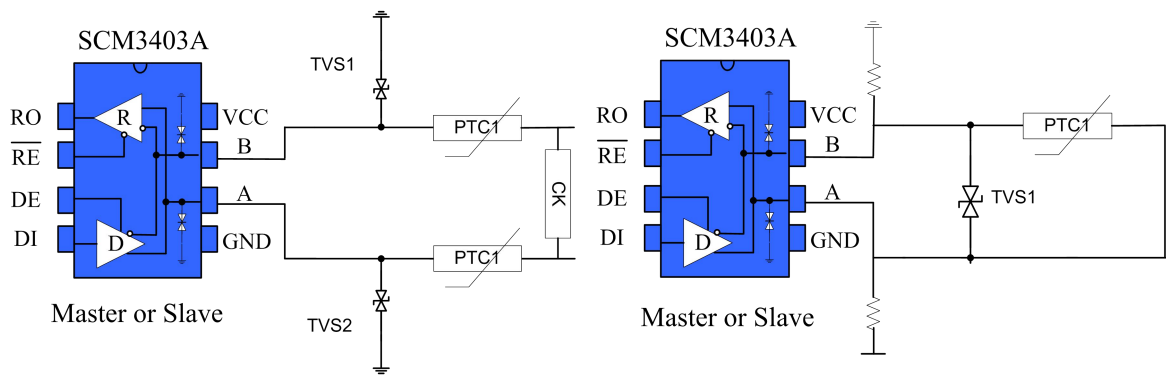

图 12 端口防护方案
3.总线端口防护：在恶劣的环境下，RS485 通讯端口通常都做好静电防护、雷击浪涌防护等额外的防护，甚至还需要做好防止 380V 市电接入的方案，以避免智能仪表、工控主机的损坏。图 12 为常见的 3 种 RS485 总线端口防护方案。第一种为 AB 端口分别并联 TVS 器件到保护地，AB 端口之间并联 TVS 器件、AB 端口分别串联热敏电阻、并接气体放电管到保护地形成三级保护的方案；第二种为 AB 分别并联 TVS 到地、串联热敏电阻，AB 之间并联压敏电阻的三级防护方案；第三种为 AB 分别接上下拉电阻到电源与地，AB 之间接 TVS，A 或 B 某端口接热敏电阻的方案。